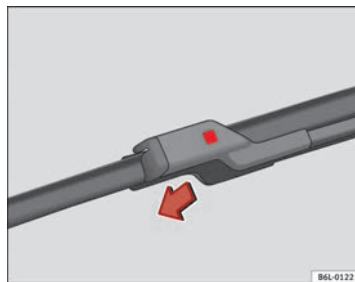

Fig. 129 Remplacement balai essuie-glace
- Appuyez sur la touche de sécurité ⇒ **fig. 129**.